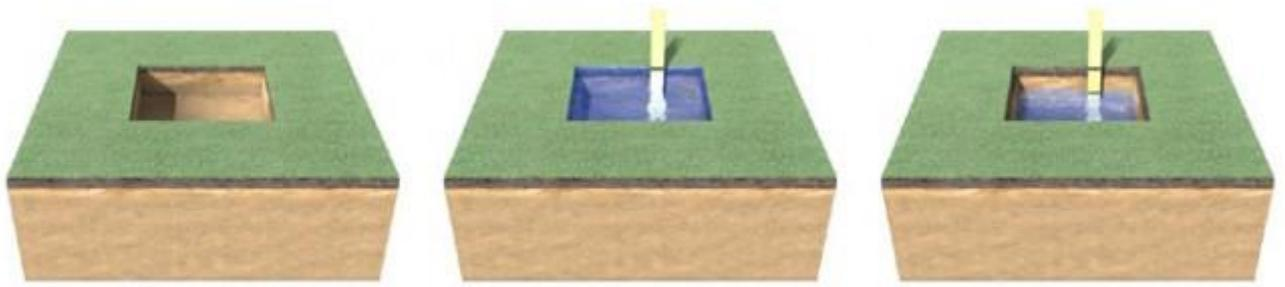

Bild 11: Versuchsablauf zur Bestimmung der Versickerungsfähigkeit des anstehenden Bodens - Schritt 1-3 (Bild: grundstuecks-entwaesserung.de)
- Im vorgesehenen Versickerungsareal wird eine kleine Grube (Bild 11 links) gegraben. Sie sollte eine Fläche von ca. 50 cm x 50 cm und eine Tiefe von 20 cm unterhalb der Mutterbodenschicht, die i.d.R. ca. 20 cm bis 30 cm stark ist, besitzen.
- Anschließend wird die Grube bis zur Unterkante der Mutterbodenschicht mit Wasser gefüllt und die Wasserhöhe mit Klebeband am Meterstab markiert (Bild 11 mittig).
- Nach ca. 10 Minuten erfolgt eine zweite Ablesung. Uhrzeit und Höhe des Wasserstandes werden notiert (Bild 11 rechts). Die Grube wird wieder mit Wasser aufgefüllt und es beginnt eine neue Messreihe.